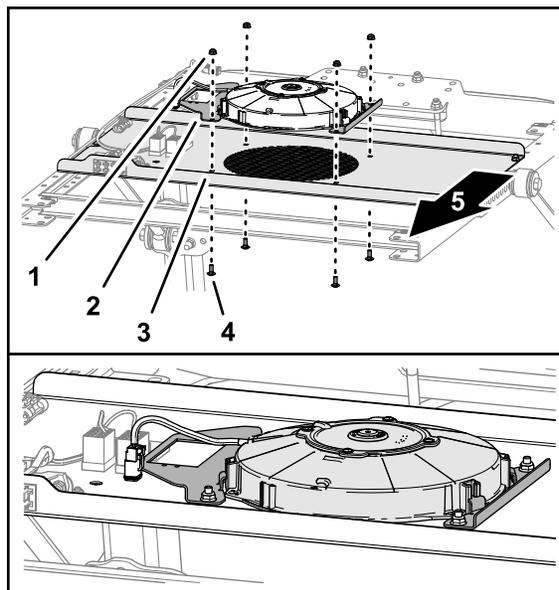

Figura 4
4. Allineate i fori nelle staffe di montaggio della ventola al foro nel pannello dell'interruttore come nella Figura 4.
5. Montate la ventola di raffreddamento e le staffe sul pannello dell'interruttore (Figura 4) con 4 bulloni a testa tonda ( $\frac{1}{4}$ " x  $\frac{5}{8}$ " e 4 dadi di bloccaggio flangiati ( $\frac{1}{4}$ "